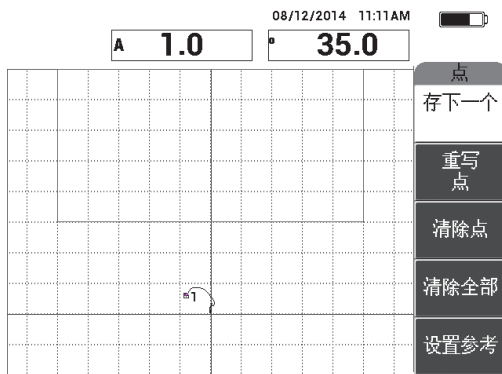

图 6-40 记录的第一个点
6. 按**存下一个** (A 键)，记录第一个点 (参见第 148 页的图 6-40)。